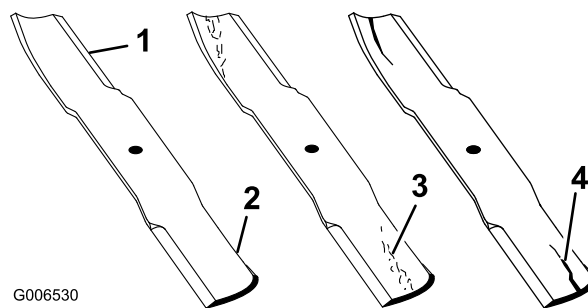

図 25
- ブレードの切っ先を注意深く観察、特に、直線部と曲線部が交わる部分をよく観察する 図 25。
注 この、直線部と曲線部の交差域は、砂などによる磨耗が進みやすい部分なので、機械を使用する前によく点検することが必要である。磨耗している場合 図 25は、ブレードを交換する「カッティングブレードの取り外し」を参照。
ブレードの磨耗を放置すると、ブレードのセール部と平坦部との間に割れ目が発生する図 25。この割れ目が拡大すると、最終的にはブレードがちぎれてハウジングの下から飛び出し、これがオペレータや周囲の人に重大な人身事故となる。